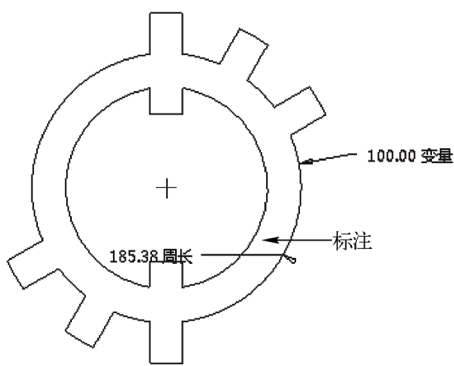

图 4-28 标注周长尺寸
STEP 04 单击“选择”对话框中的“确定”按钮, 然后在绘图区中的尺寸标注上单击鼠标左键, 标注周长尺寸, 单击鼠标中键, 即可完成周长尺寸的标注, 效果如图 4-28 所示。